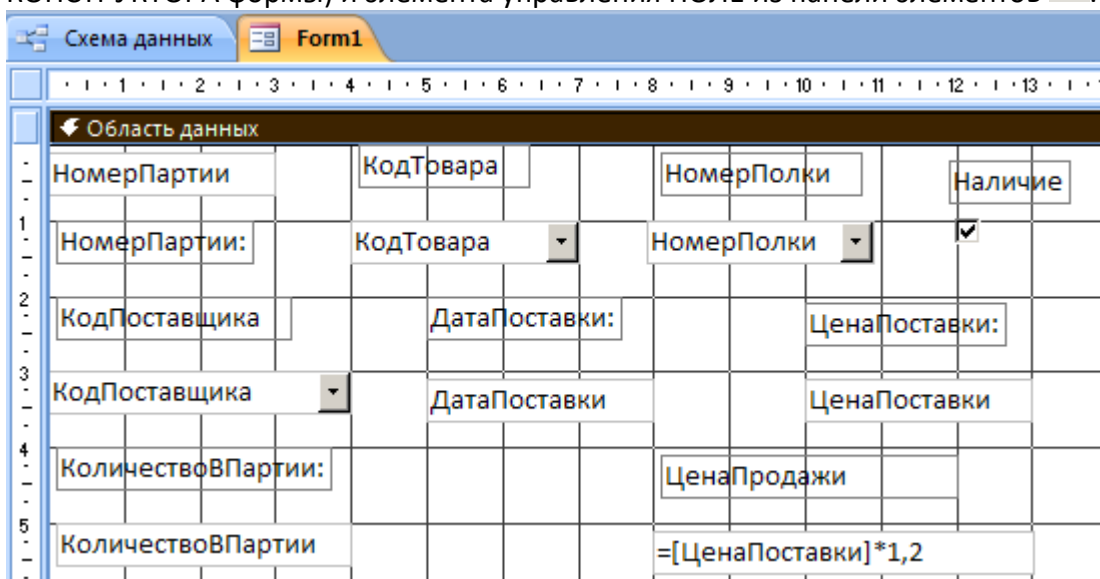

Рис.16. Создание вычисляемого поля в форме
5. В форме ПАРТИЯ_ТОВАРА создайте вычисляемое поле ЦЕНА_ПРОДАЖИ (рис. 16) с помощью ПОСТРОИТЕЛЯ ВЫРАЖЕНИЙ (кнопка  на панели инструментов КОНСТРУКТОРА формы) и элемента управления ПОЛЕ из панели элементов **abl**.